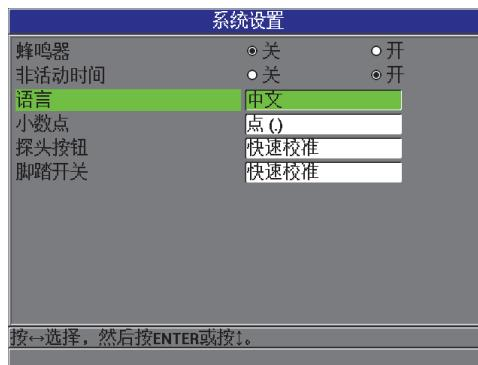

图 6-2 系统设置屏幕
1. 在仪器显示测量屏幕时，按 [**设置菜单**] 键，然后选择**系统**，以显示**系统设置**屏幕（参见第 106 页的图 6-2）。